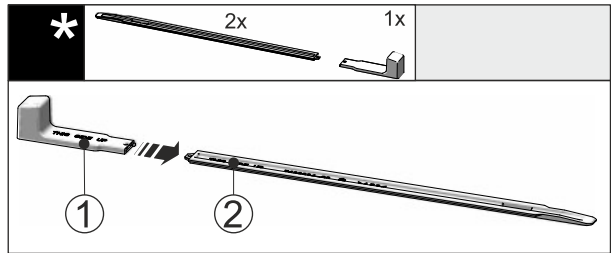

Fig. 45
- ▶ Вставте монтажну ручку Fig. 45 (1) на вирівнювальну рейку Fig. 45 (2).